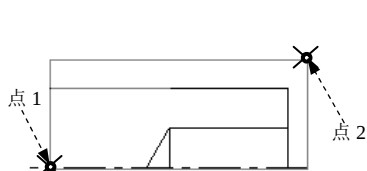
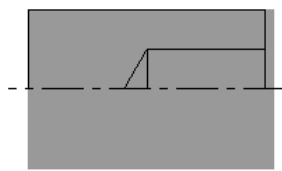

图 13.7.3 定义工件位置
图 13.7.4 预览工件形状和位置
Step3. 设置工件的尺寸。在“机床组件管理 - 素材”对话框中单击 **由两点产生 (2)...** 按钮，然后在图形区选取图 13.7.3 所示的两点（点 1 最左边直线的端点，点 2 的位置大致如图所示即可），系统返回至“机床组件管理-素材”对话框。在 **外径** 文本框中输入值 40.0，在 **长度** 文本框中输入值 62.0，在 **轴向位置** 区域的 **Z:** 文本框中输入值 2.0，其他参数采用系统默认设置值，单击 **预览车床边界** 按钮查看工件，如图 13.7.4 所示。按 Enter 键，然后在“机床组件管理-素材”对话框中单击 **✓** 按钮，返回至“机器群组属性”对话框。